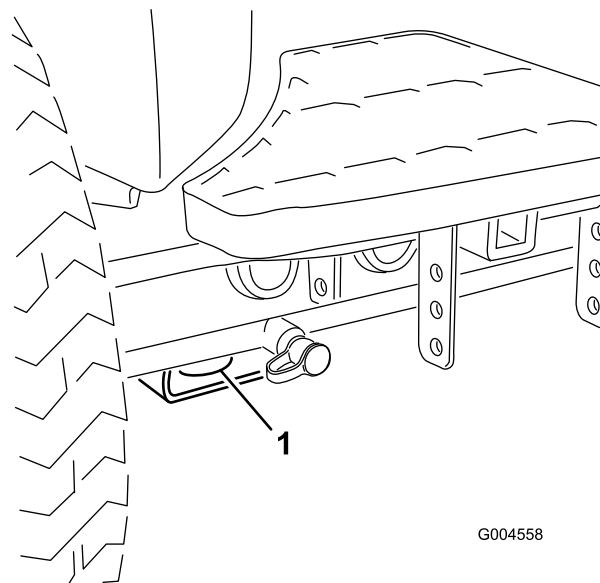

Figura 38
- Dianteira – o orifício na pastilha rectangular, por baixo do tubo do eixo, dentro de cada pneu dianteiro (Figura 38).